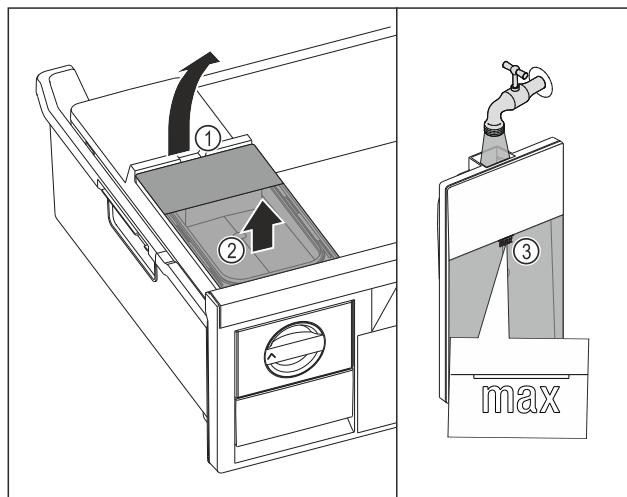

Fig. 71
- Підняти бак для води за заглиблення Fig. 71 (1).
- Вийняти бак для води рухом вгору. Fig. 71 (2)
- Наповнити бак для води питною водою до позначки Fig. 71 (3).